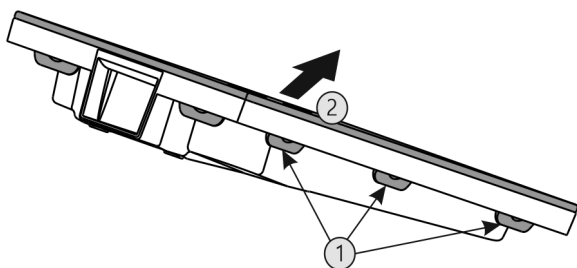

Fig. 56
- Appuyer sur toutes languettes Fig. 56 (1) l'une après l'autre et enlever le couvercle Fig. 56 (2).